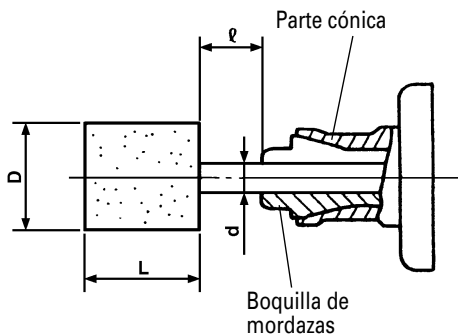

Fig. 2
- Cuando se instale una muela con eje, apretar la boquilla de mordazas convergentes después de haber aplicado una pequeña cantidad de aceite para usos (o aceite de máquinas de coser) a la parte cónica indicada en la Fig. 2.